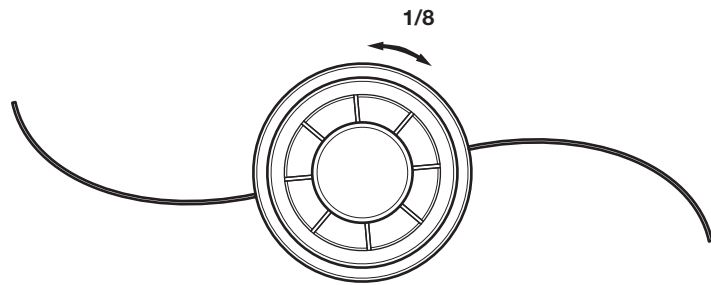

Fig. 5
- SI...** El alojamiento del eje inferior no entra completamente en el acople y los orificios no están alineados, retire el alojamiento del eje inferior, gire ligeramente el cabezal de corte (1/8 de vuelta) y repita el paso 4 (Fig. 5).